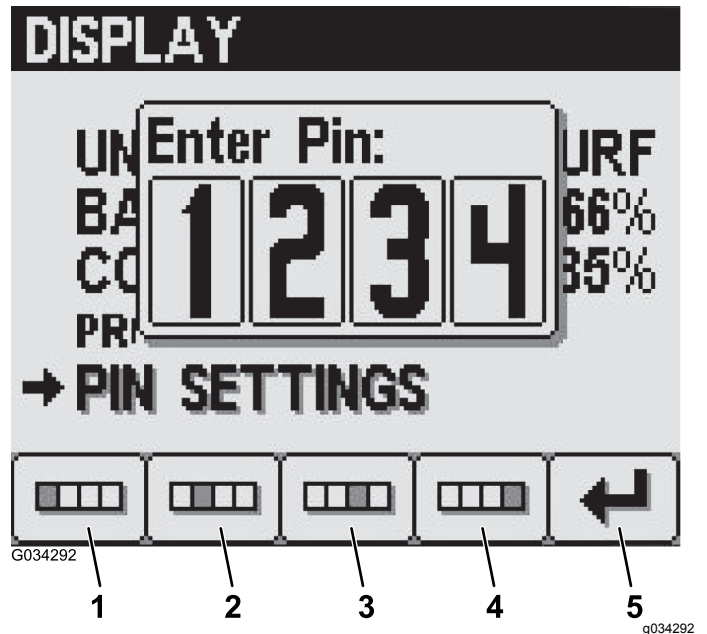

图32
- 使用 1 号到 4 号按钮输入您的 4 位 PIN 然后按 5 号按钮将 PIN 输入 InfoCenter 信息中心 图32。
2. 使用 1 号到 4 号按钮输入您的 4 位 PIN 然后按 5 号按钮将 PIN 输入 InfoCenter信息中心 图32。
4. 在 Enter Old PIN输入旧 PIN屏幕使用 1 号到 4 号按钮输入旧 PIN 然后按 5 号按钮将 PIN 输入 InfoCenter信息中心 图32。